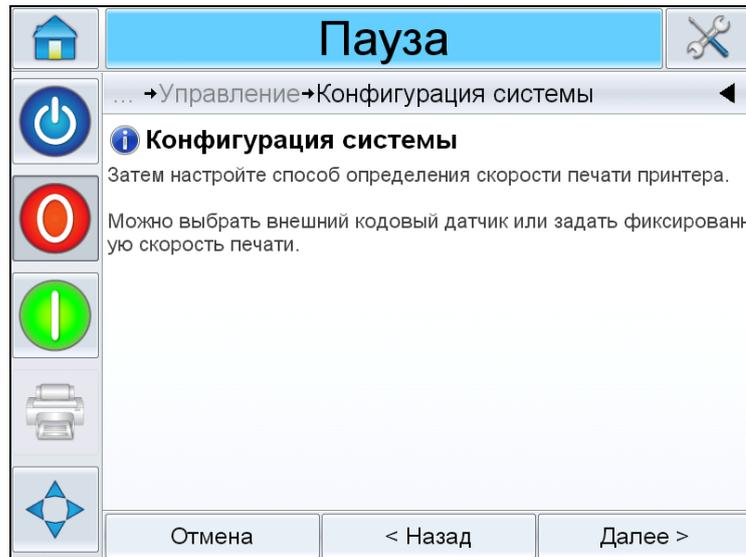

Рис. 5-14: Скорость линии
- 5 С помощью следующего экрана выберите способ определения принтером требуемой скорости печати (см. Рис. 5-14).